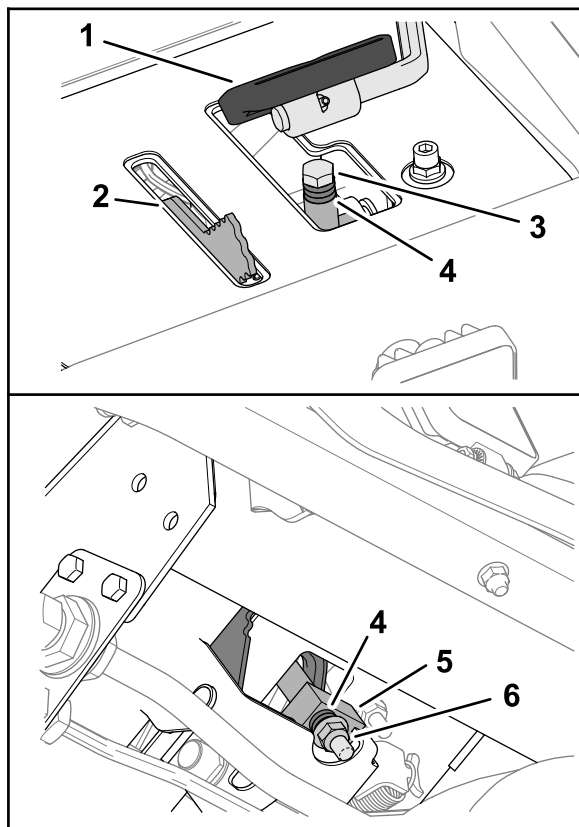

Figura 148
3. În zona de sub pedala de traciune, îndepărtați urubul de oprire și contrapiulița cu guler care fixează distanțierile pe blocul de oprire a lamei de cosit (Figura 148).